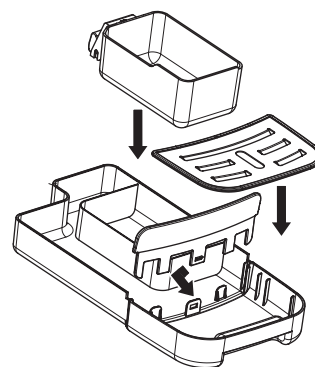

fig. 11: Instalar la bandeja de goteo
12. Vuelva a montar la bandeja de goteo (fig. 11) y el resto de piezas e inserte la bandeja y la salida de café y leche de nuevo en el aparato.